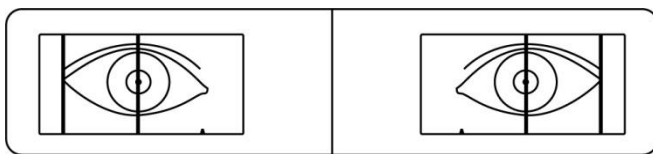

Figura 7b (Los punteros izquierdo y derecho coinciden con los puntos brillantes reflectantes)
d. El probador observa el punto de luz reflectante en la pupila del examinado a través de la ventana de medición. Deslice las teclas de medición de pupilas izquierda y derecha, los indicadores de distancia pupilar izquierda y derecha coincidirán con los puntos de luz reflectantes de las pupilas izquierda y derecha del examinado, respectivamente (como se muestra en la figura 7a y la figura 7b). Los datos que se muestran en la ventana de visualización son la distancia pupilar medida.